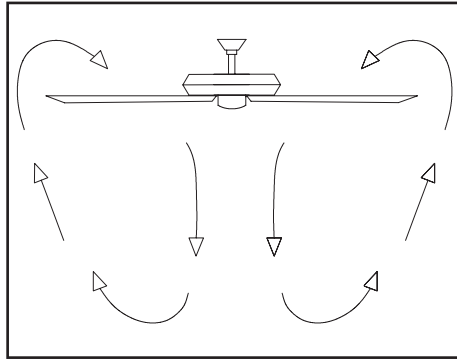

Figura 17
**Clima cálido** - (Hacia adelante) Un flujo de aire hacia abajo surte efecto refrescante, como se muestra en la Figura 17. Esto permite fijar tu aire acondicionado en configuración más alta sin afectar tu comodidad.